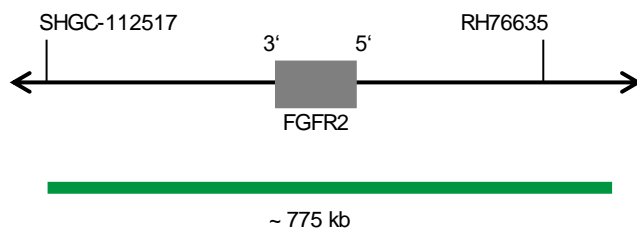

Abb. 1: SPEC FGFR2 Sondenlokalisierung (nicht maßstabsgetreu)
- ZyGreen (Anregung 503 nm/Emission 528 nm) markierten Polynukleotiden (~10 ng/μl), die gegen Sequenzen in 10q26.12-q26.13* (chr10:122,908,224-123,682,373) gerichtet sind, welche die FGFR2-Genregion enthalten (siehe Abb. 1).